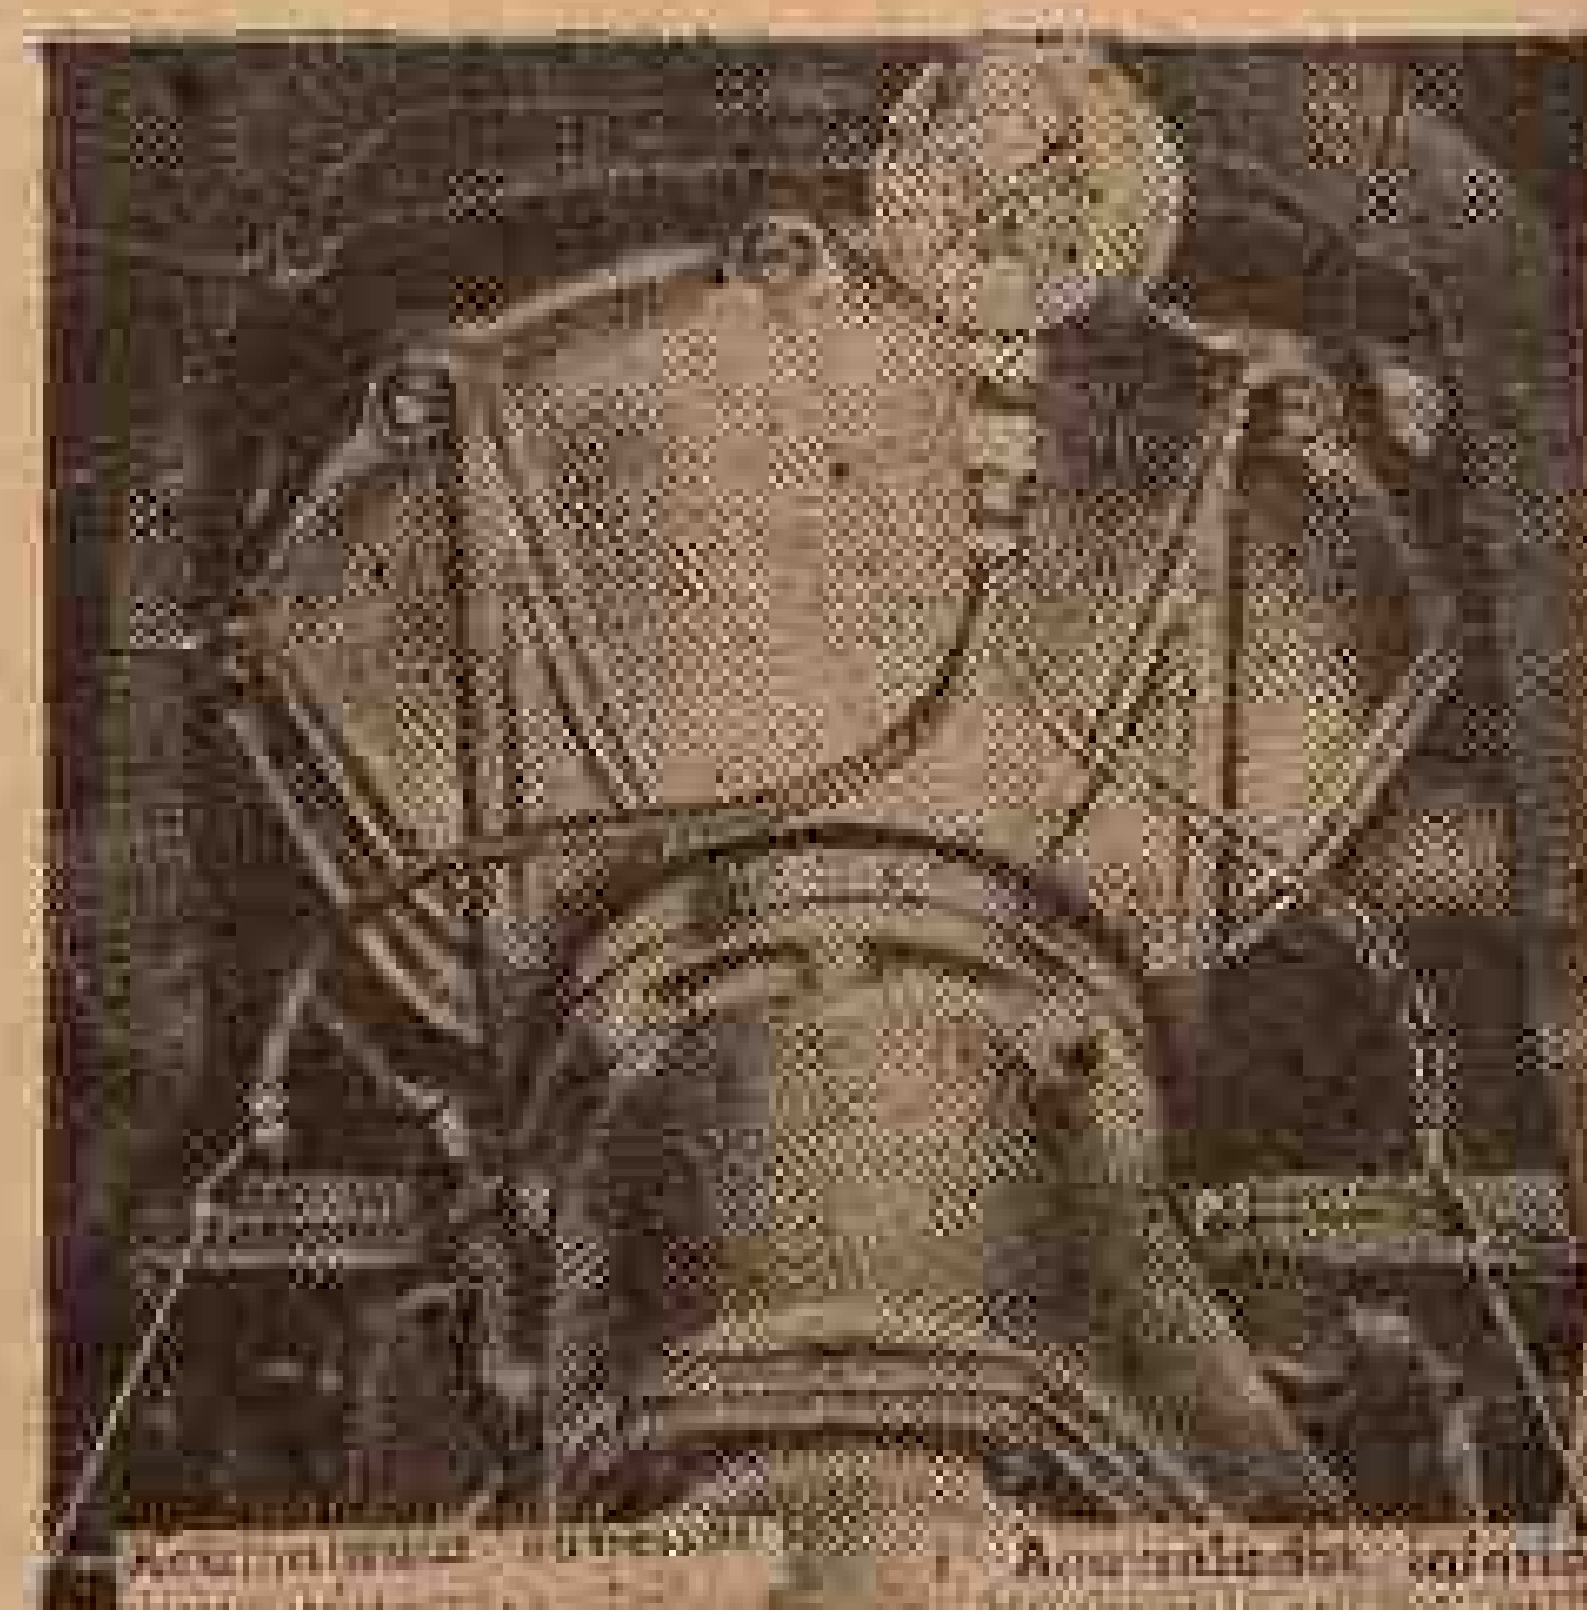

Fig. 21 — Ligações do calibrador para os tests de pressão dos acumuladores
- 4º — No acumulador inferior (fig. 21).